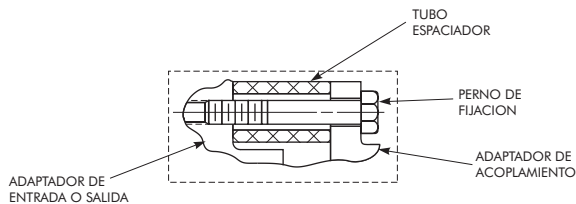

Figura 3a
- B. Sacar los pernos de fijación y tubos espaciadores de ambos extremos entre el adaptador de acoplamiento y el adaptador de entrada/salida como se muestra en la Figura 3a. Botar los tubos espaciadores de forma adecuada, pero guardar los pernos de fijación. Ver la Tabla 3 para los tamaños y números de los pernos de fijación.